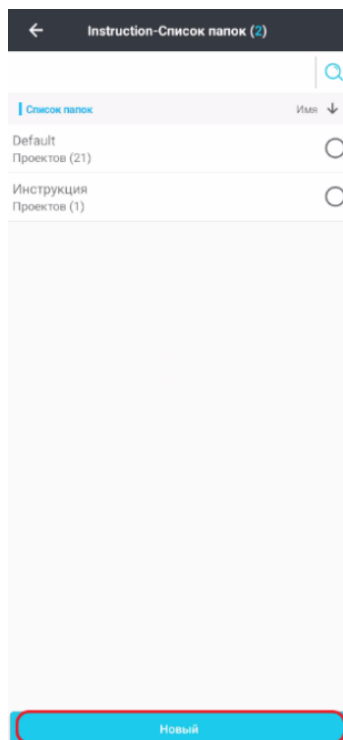

Рисунок 2.3.2
2. Нажмите **Новый** (Рисунок 2.3.2).